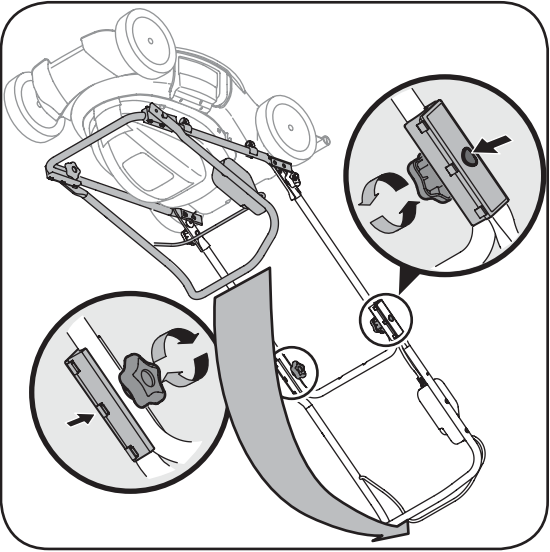

Figure 3-1
- b. Relevez lentement le guidon supérieur et placez-le en position de travail, comme à la Figure 3-1.